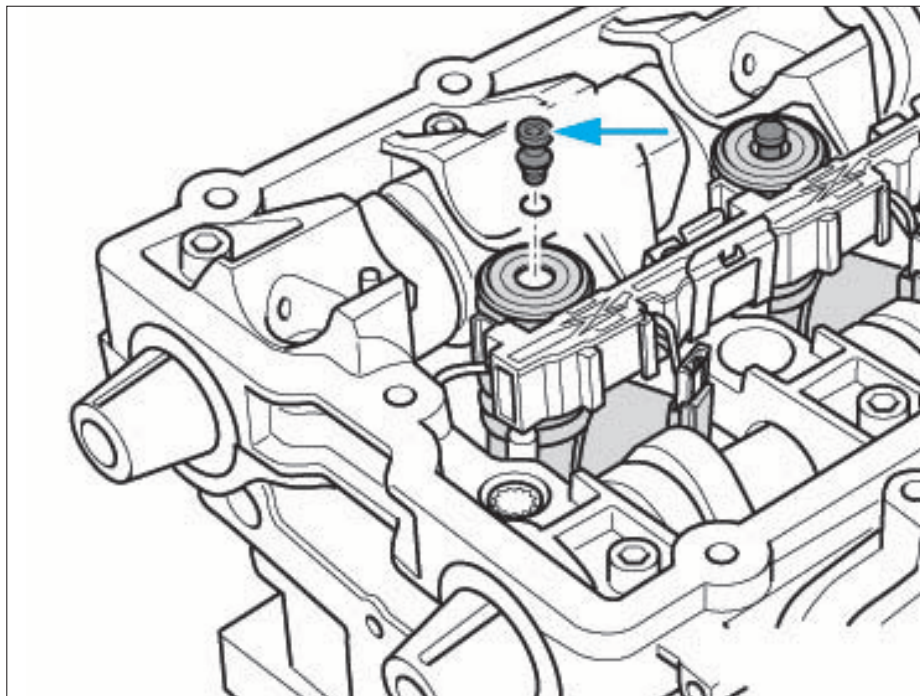

FIG. 68
- S'assurer de la présence de la tête sphérique (flèche) et de son joint (Fig.68).